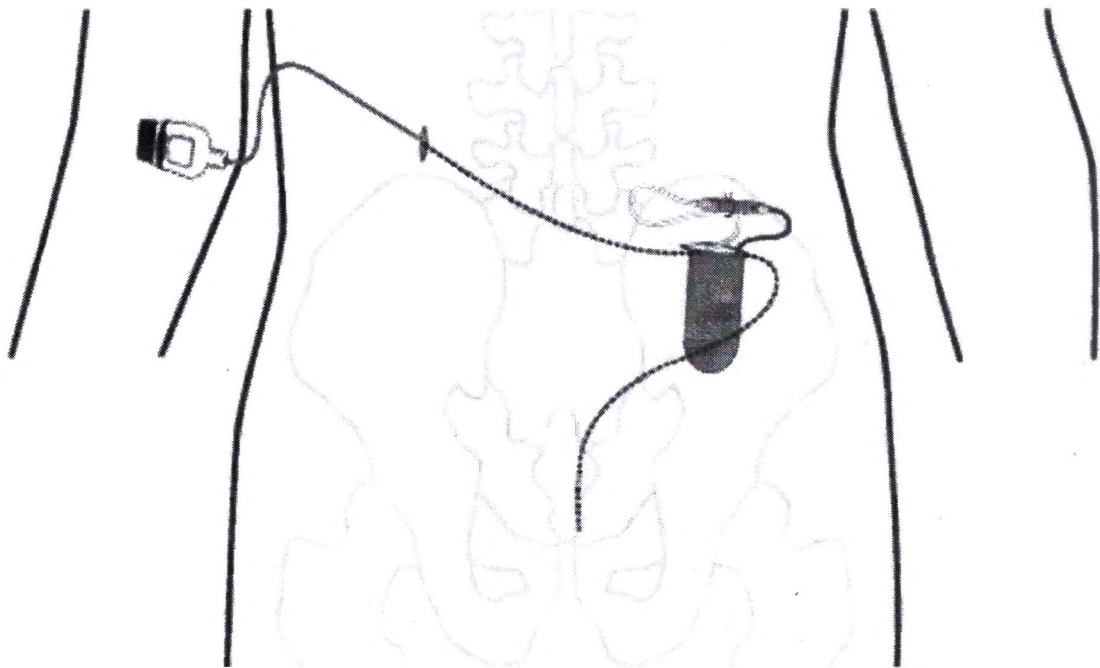

**Рисунок 2.** Затянутая и завязанная нить вокруг коннектора чрескожного удлинителя и тела удлинителя.
2. Затяните петлю вокруг коннектора чрескожного удлинителя и корпуса удлинителя и завяжите надежный узел (рисунок 2).